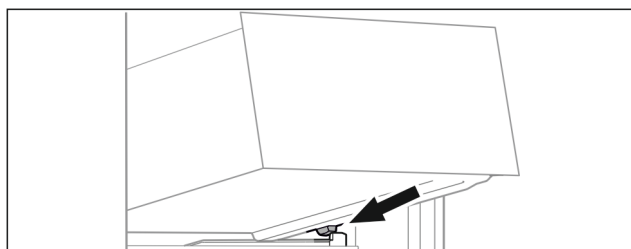

Fig. 28
- Lade schuin achter de stoppers op containerrib plaatsen. (zie Fig. 28)